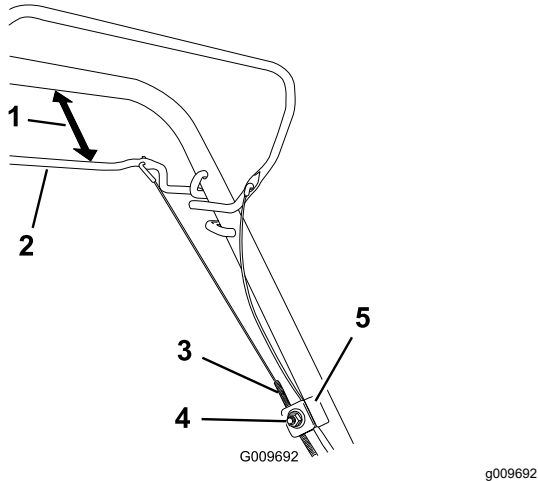

Figure 23
1. Desserrez l'écrou du support de guidage du câble (Figure 23).
2. Maintenez la barre de commande d'autopropulsion de 25 à 38 mm du guidon (Figure 23).
3. Tirez la gaine du câble vers le bas (vers la machine) pour éliminer le mou du câble (Figure 23).